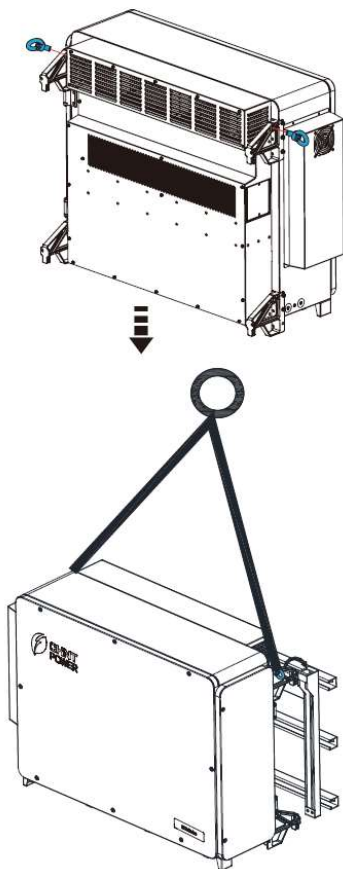

Figura 3-9 Montagem do guincho
- (a) Montagem do guincho (preferencial): aperte dois olhais de içamento M12 (oferecidos pelo cliente) nos furos dos parafusos, conforme indicado. Use uma corda ou barra de eslinga (inserida em ambos os olhais de içamento) para içar o inversor no suporte de montagem. O ângulo mínimo entre os dois olhais de eslinga deve ser menor que 90 graus, consulte a Figura 3-9.